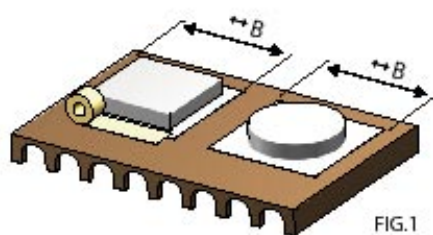

FIG.1
- Пред заливкой покрывающего слоя пола форма должна быть размещена и приклеена к полу с оборудованием (рис. 1).